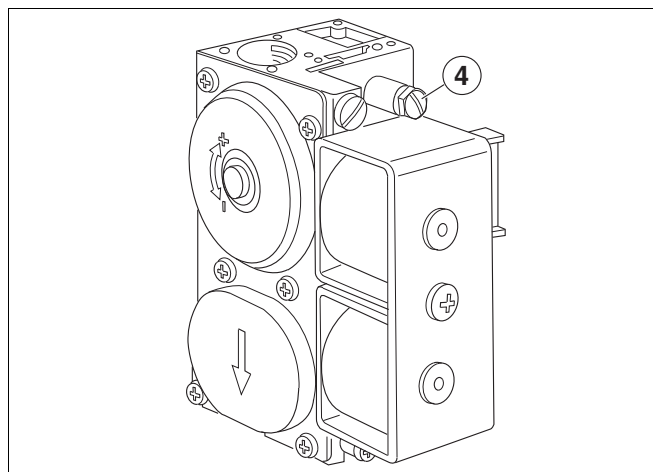

fig. 2 SIT830 Tandem
- Soltar o parafuso de fecho do bocal roscado de verificação para pressão de ligação (fig. 2 até 4) duas voltas; em SIT 830 remover o parafuso de fecho Tandem.